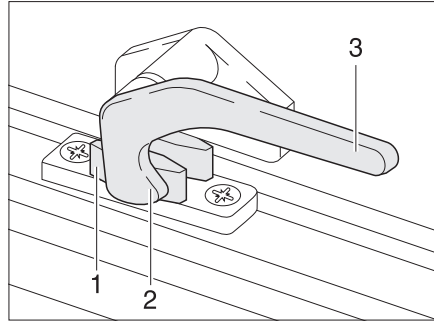

Bild 38 Verriegelungshebel in Stellung "geschlossen"
- Den Verriegelungshebel (Bild 38,3) eine viertel Umdrehung zur Fenstermitte hin drehen.
- Den Verriegelungshebel (Bild 38,3) eine viertel Umdrehung zum Fensterrahmen hin drehen. Die Verriegelungsnase (Bild 38,2) liegt auf der Innenseite der Fensterverriegelung (Bild 38,1).
- in Stellung "fest verschlossen" (Bild 38).